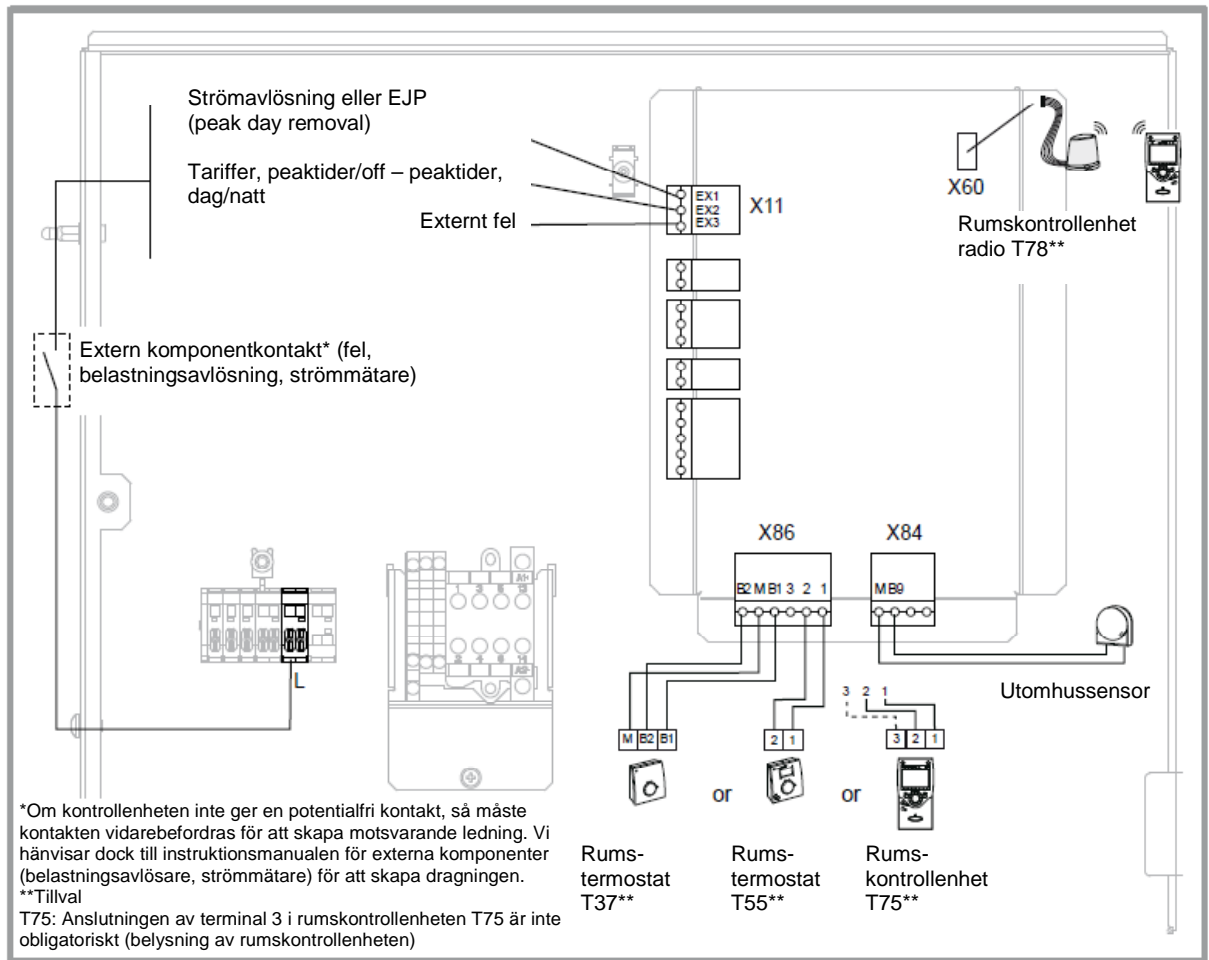

Bild 35 – Anslutningar till värmepumpens regulator (tillbehör och tillval)
- Utför anslutningarna i enlighet med diagrammet i bild 35.